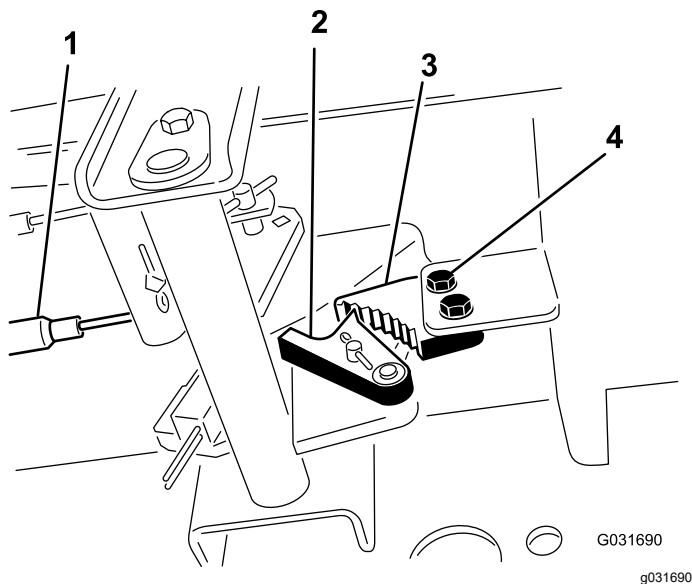

Figura 89
1. Solte os 2 parafusos que prendem a lingueta do travão de estacionamento à estrutura (Figura 89).
2. Carregue no pedal do travão para a frente até o detentor do estacionamento engatar completamente na lingueta do travão (Figura 89).